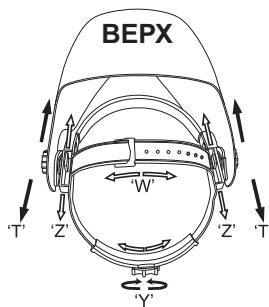

Рис.1
- Ослабьте зажимы по обе стороны от шлема и передвиньте его ближе или далее от лица ("Z" на рис. 1). Важно, чтобы глаза были на одинаковом расстоянии от стекла, иначе затемнение может казаться разным. Закрепите зажимы после оеулировки.
- Отрегулируйте наклон маски (рис. 1).
- Объем охвата головы можно регулировать с помощью регулятора на затылке ("Y" на рис. 1), Это позволяет закрепить маску на голове и предотвратить ее падение во время работы.
- Если оголовье сидит на голове слишком высоко или слишком низко, отрегулируйте ремень, который проходит через макушку. Для этого ослабьте конец ремня, выдавив стопорный штифт из отверстия в ремне. Переместите две части ремня на большую или меньшую ширину, в зависимости от того, что требуется, и вставьте стопорный штифт в ближайшее отверстие (см. «W» на рис. 1).